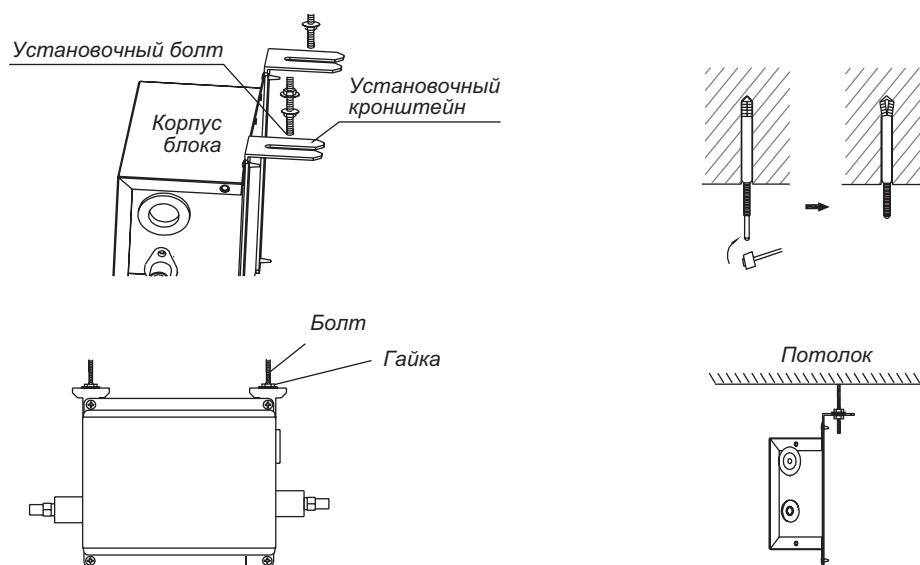

Рис. 10.10
10.2.13.2 Для установки на потолке необходимо предварительно просверлить отверстия в потолке, вставить втулки и закрепить при помощи шпилек (M8) и установочных кронштейнов (рис. 10.10).